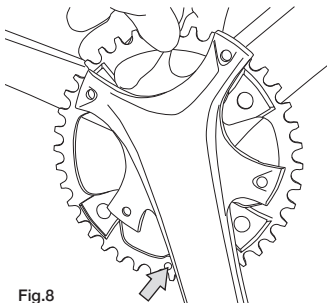

Fig.8
- Posizionate il nuovo ingranaggio sul supporto della guarnitura facendo coincidere il piolino presente sull'ingranaggio con la pedivella (Fig. 8).